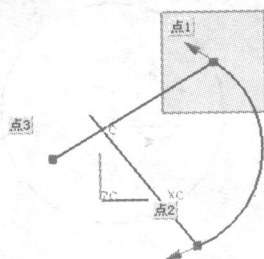

图 1-17 补弧示意图
- 单击【精选解】按钮，可以切换为补弧，如图 1-17 所示。